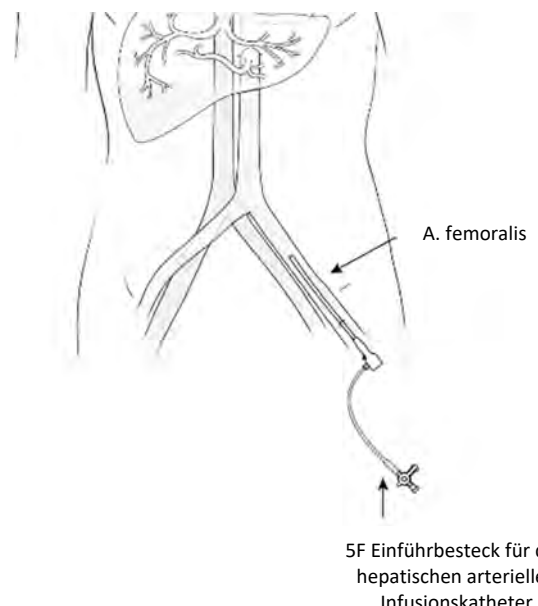

Abbildung 23
- (a) Führen Sie die 5F Einführschleuse mittels Seldinger-Punktionstechnik und fluoroskopischen und arteriographischen Standardmethoden in die A. femoralis ein, siehe Abbildung 23. Sonographische Kontrolle und eine einzelne Punktion der anterioren Wand der A. femoralis über dem Femurkopf sind erforderlich, um eine Komprimierbarkeit der Arterie beim Entfernen der Schleuse sicherzustellen. Bei einer versehentlichen suprainguinalen Punktion muss der Eingriff abgebrochen und auf ein späteres Datum verschoben werden.